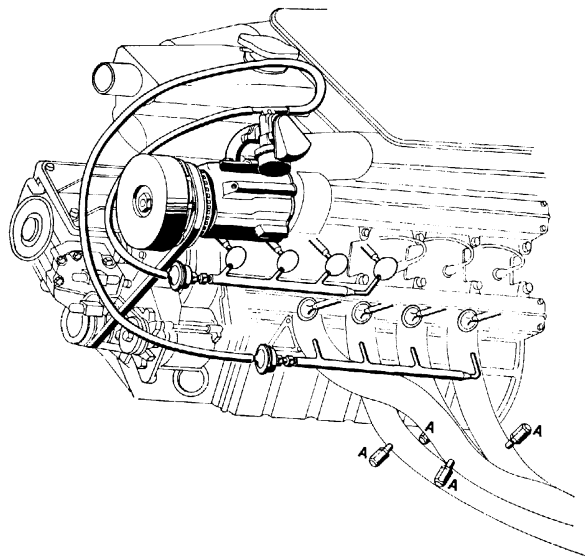

Fig. 51
nimo, che deve essere inferiore al 4% (Fig. 51).
- raccords pour la connexion aux tuyaux sonde afin d'établir le pourcentage de CO (avec moteur au ralenti) qui doit être inférieure au 4% (fig. 51).
Lufteinspritzdüsen zum Auspuffsammler, Anschlüssen, zum Verbinden der zum Einstellen des CO-Wertes dienenden Sonden-CO-Wert im Leerlauf unter 4% (Abb. 51).